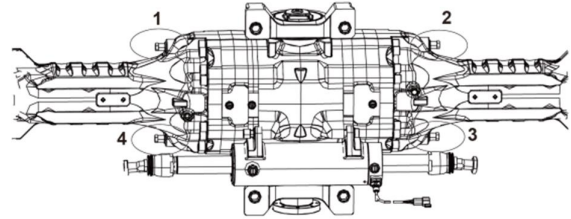

Figure 10-2 Desserrage des freins
- 2) Dévissez les quatre vis de desserrage des freins de l'essieu arrière intérieur, comme illustré à la Figure 10-2.